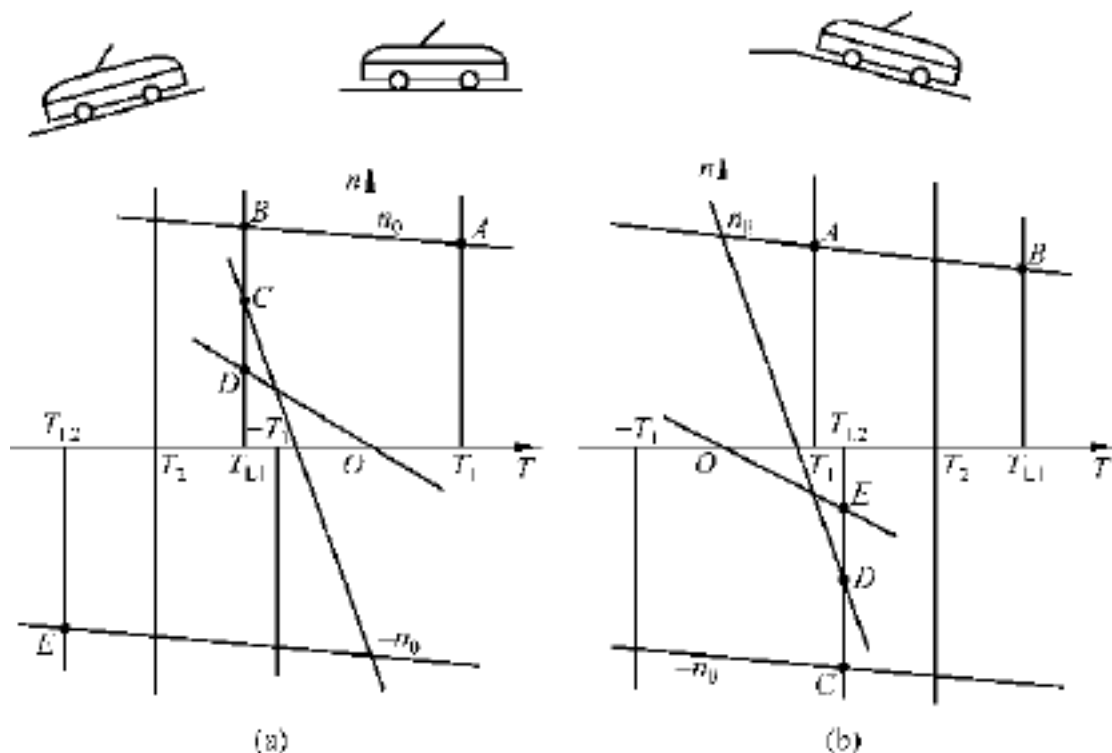

图 4.4
在下坡路上行驶时，负载机械特性如图 4.4(a) 所示，前进时的 $T_{L1} = T_1 + T_2$ ；后退时的 $T_{L2} = -T_1 + T_2$ 。显然，前进时，电动机可能运行的状态有三种：(1) 正向回馈制动运行，工作点为 B ；(2) 反接制动运行，工作点为 C ；(3) 能耗制动运行，工作点为 D 。后退时的运行状态为反向电动运行。该图中 A 点为平路行驶时的工作点。
在上坡路上行驶时，负载机械特性如图 4.4(b) 所示，前进时的 $T_{L1} = T_1 + T_2$ ；后退时的 $T_{L2} = -T_1 + T_2$ 。显然，前进时，电动机的运行状态为正向电动运行，工作点为 B 。后退时，电动机可能运行在三种状态：(1) 反向回馈制动运行，工作点为 C ；(2) 倒拉反转运行，工作点为 D ；(3) 能耗制动运行，工作点为 E 。该图中 A